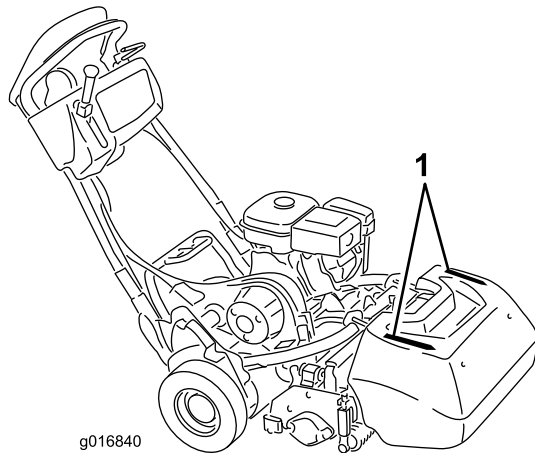

Figura 29
- Para ayudarse a segar en línea recta a través del green, y para mantener la misma distancia del borde de la pasada anterior, utilice las rayas de alineación del recogedor (Figura 29).